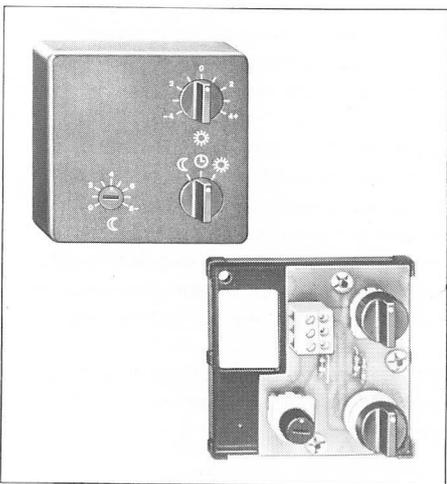

Fig. 6 Commande à distance FB4, Combiné FBN, Combiné RFS3
2.3 Commande à distance FB4 (fig. 6)
2.4 Combinés commande à distance Sonde d'ambiance FBN, RFS3 et sonde RFN (fig. 6 + 7)